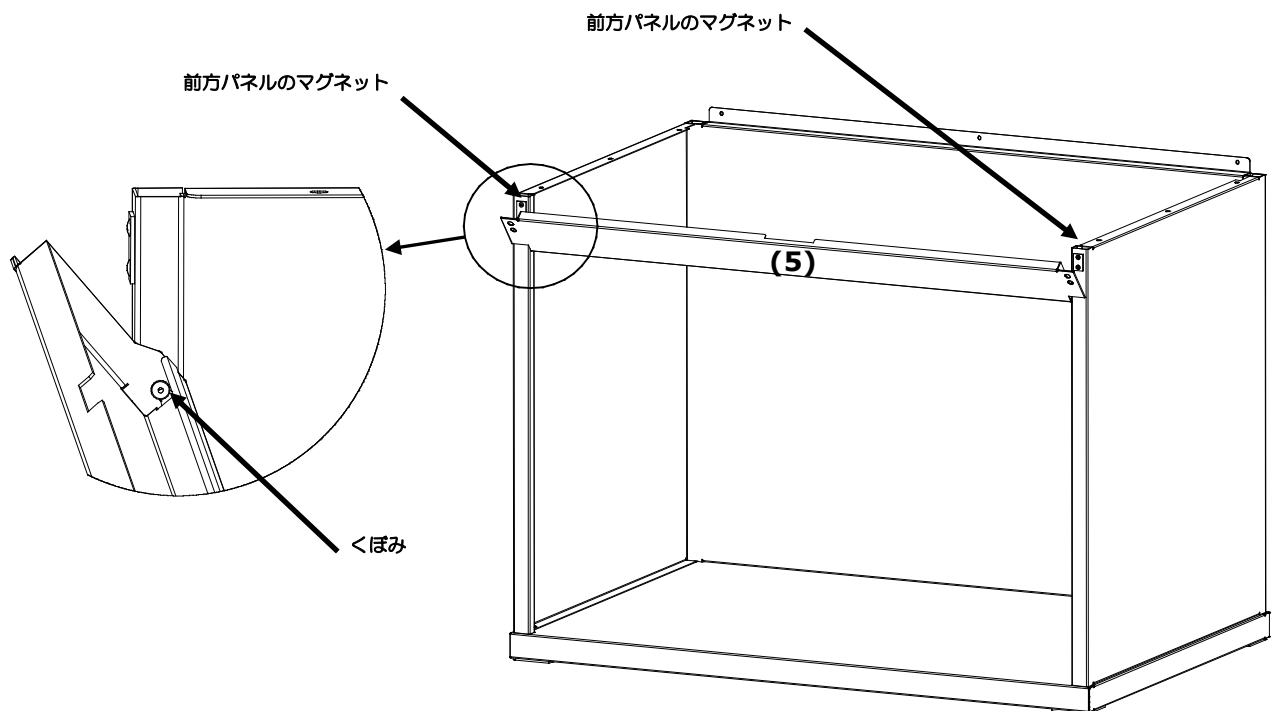

図 5：前方パネルの組み立て
7. 前方パネル (5) の軸のくぼみを、2 つの側面パネルにあるそれぞれの軸にはめ込みます。
8. 前方パネルを、マグネットが前方パネルに触れるまで、閉じてください。(図 5 参照)